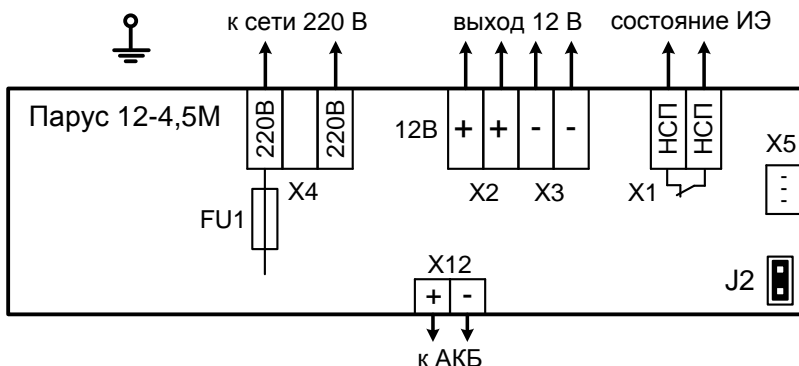

Рис.1 Схема внешних соединений
- предварительно продев провода в отверстия в корпусе, подключите к ИЭ соединительные линии питания приборов (нагрузки), провода состояния ИЭ – к клеммнику «НСП» (при необходимости) и сетевой кабель, см. – рис.1. **ВНИМАНИЕ!** Сетевой кабель должен иметь заземляющий провод, который необходимо подключить к заземляющему контакту, который расположен в центре основания корпуса ИЭ;